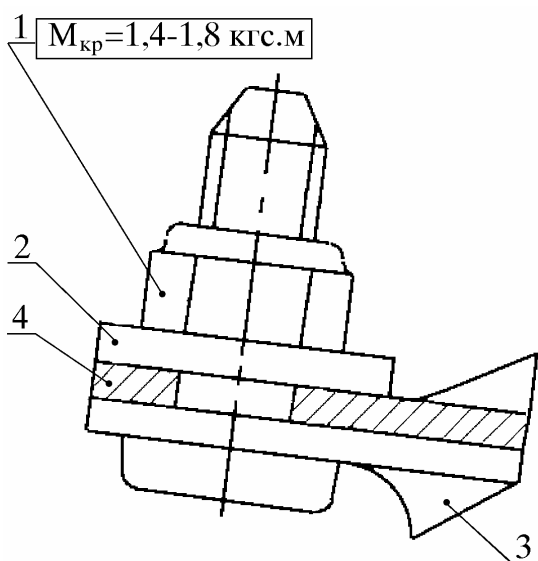

Рис. 19. Крепление верхнего конца амортизатора:
6.8. Открыть багажник. Разгрузить багажник и автомобиль от балласта. Установить четыре гайки 1 (рис. 19) с шайбами 2 и прикрепить амортизаторы 3 к полу кузова 4, затянув гайки с моментом от 14 до 18 Н.м